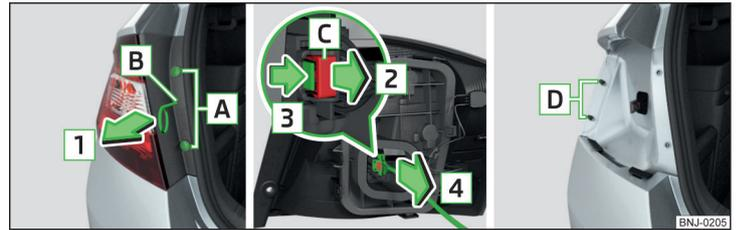
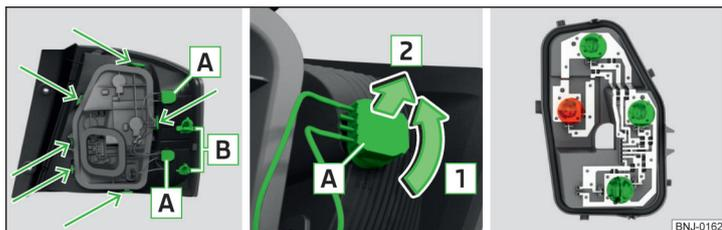

Fig. 216 Démontage des lampes / retrait de la fiche
Fig. 217 Partie extérieure de la lampe / retirer l'ampoule / support de la lampe
- Tenez la lampe et retirez-la avec précaution dans le sens de la flèche [1] » fig. 216 hors des boulons [C].
- Sécurisez le verrouillage dans le sens contraire de la flèche **2** » fig. 216.
- Insérez l'ampoule avec les ouvertures **B** » fig. 217 à la page 199 dans les boulons **C** » fig. 216 de la carrosserie.
- Tournez la douille avec l'ampoule **A** dans le sens de la flèche **1** » fig. 217.
- Tournez les douilles avec les ampoules **A** dans le sens de la flèche **1** » fig. 217.
- Déverrouillez le socle de l'ampoule au niveau des pattes de verrouillage » fig. 217.